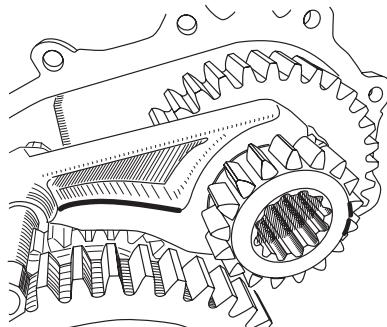

Рис. 10
- 8.** Если в РК используется усиленная вилка включения пониженной передачи, то для комплекта с понижением 4.3 её ребро (**Рис. 10** выделено жирной линией) подлежит доработке. Данное ребро мешает включению пониженной передачи.